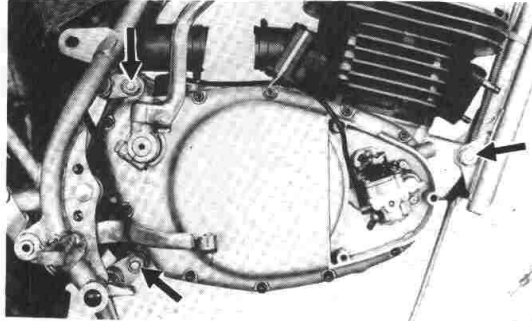

Fig. 3-2-20
1. Remove three engine mounting bolts. (Fig. 3-2-20)
1. Retirez les trois boulons de montage du moteur. (Fig. 3-2-20)